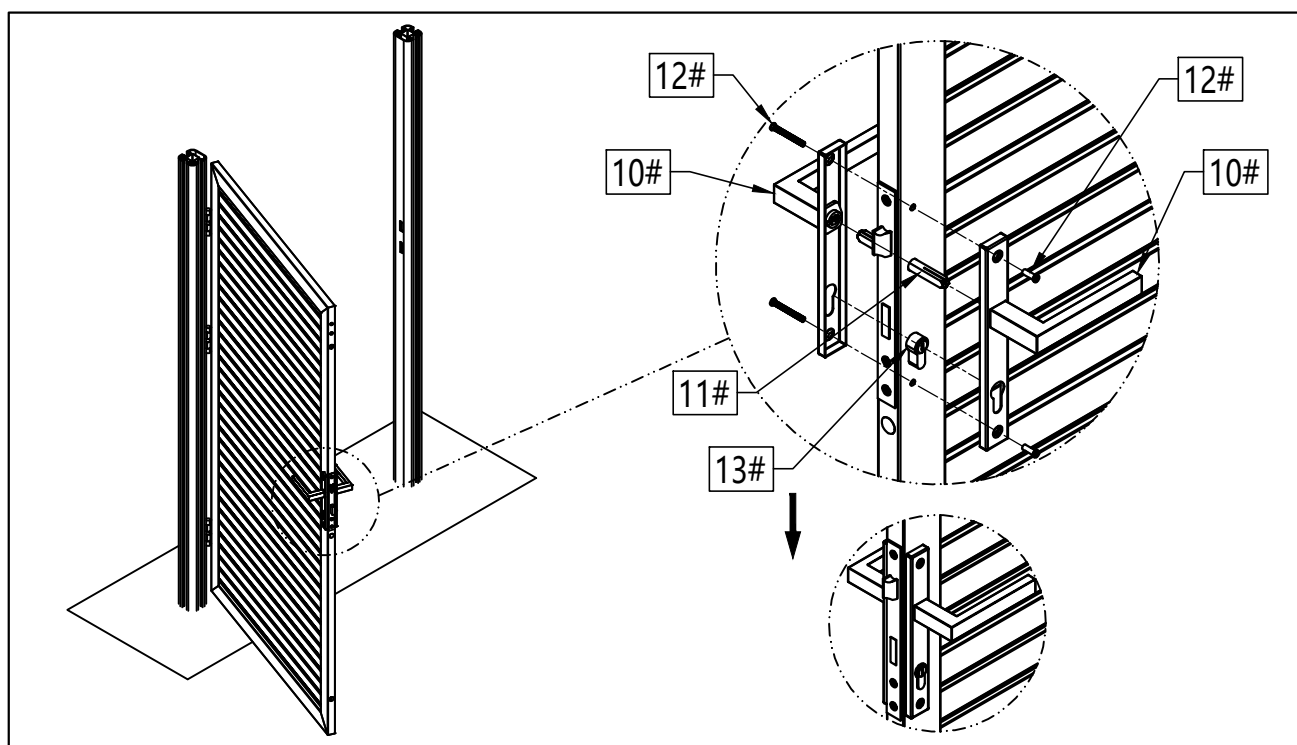

Abbildung 13
- 13** Bringen Sie den Griff (10#) Vierkant (11#) und dem Schließzylinder (13#) an und befestigen Sie ihn mit der Feststellschraube (12#), wie in Abbildung 13 dargestellt.